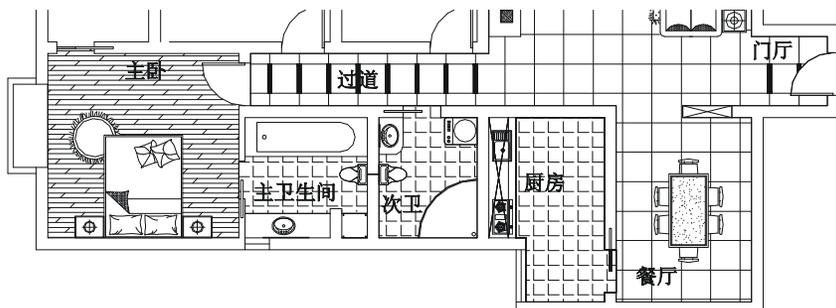

图 6-1-66
**STEP 05** 参照前面客厅或厨房地砖的填充，将主卧填充为  (DOLMIT) 图案以示主卧室铺强化木地板，填充后的效果如图 6-1-66 所示。